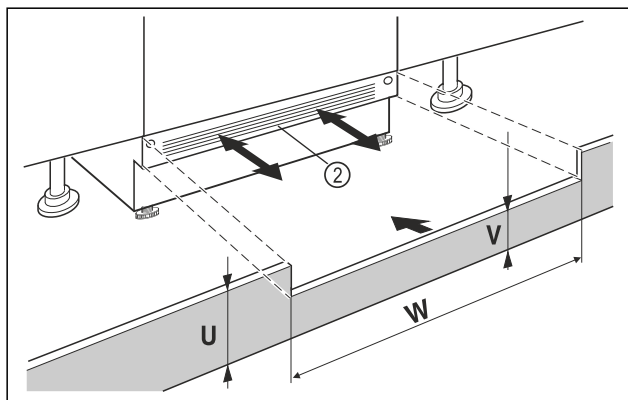

Fig. 38 Beispielhafte Darstellung
- Gerätesockelblende Fig. 38 (2) aufsetzen aber noch nicht fixieren.
- Bei sichtbarer Sockelblende Fig. 38 (2), diese so weit nach vorn ziehen, dass Vorderkante Lüftungsgitter und Möbelsockelblende eine Ebene bilden.
- Bei verdeckter Sockelblende Fig. 38 (2), diese ganz nach hinten schieben.
- Auf komplett freie Lüftungsschlitze achten: Bei Bedarf Höhe der Möbelsockelblende Fig. 38 (U) zuschneiden!
- Entlang der Nischenbreite Fig. 38 (W) die Steghöhe Fig. 38 (V) unter der Gerätesockelblende Fig. 38 (2) einpassen.